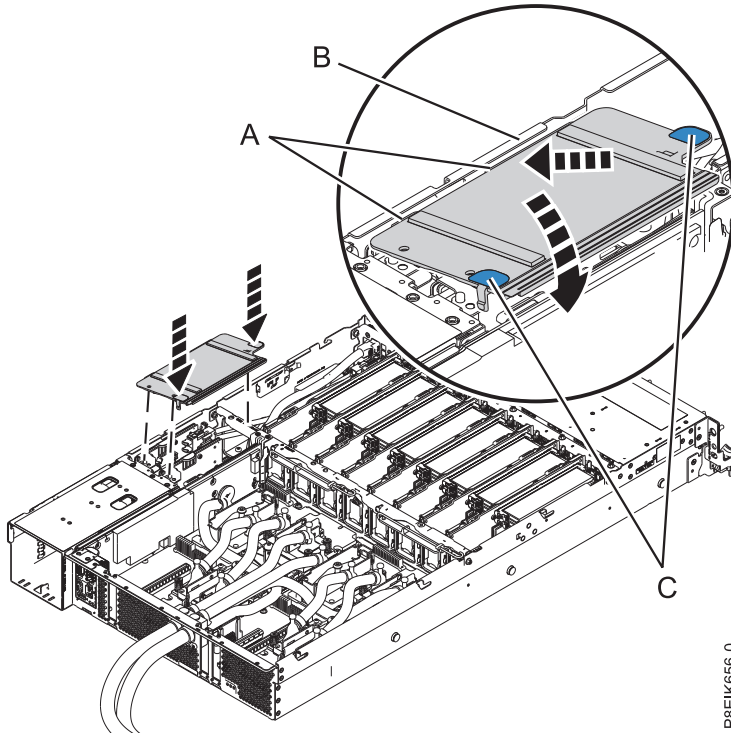

Figura 153. Instalación del deflector de aire de la tarjeta de expansión de alimentación
22. Instale el deflector de aire de la tarjeta de expansión de alimentación. Asegúrese de que los orificios del deflector queden alineados con las patillas en el sistema. Utilizando las pestañas azules (C), inserte el borde (A) del deflector en la parte lateral del sistema (B). A continuación, presione el deflector hasta que encaje en su sitio. Consulte la Figura 153.